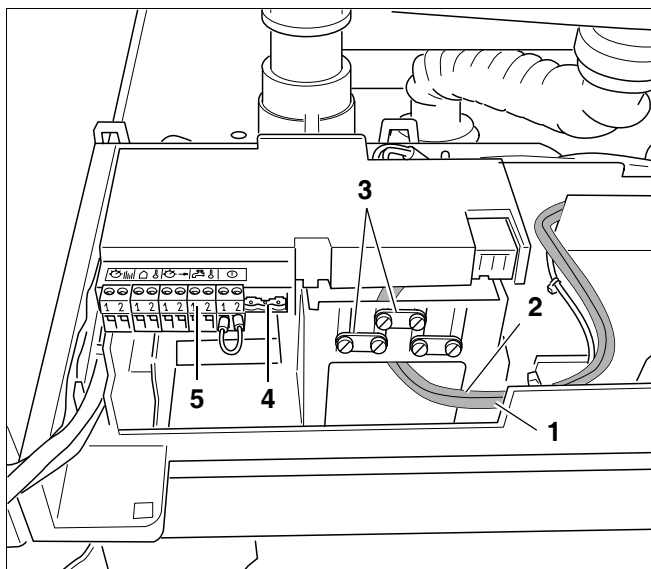

fig. 15 Aansluitkabels van de pomp
- Borg de aansluitkabel met de trekontlaster (fig. 15, pos. 3).
- Sluit de stekker van de driewegklep aan (fig. 15, **pos. 4**).
- Sluit de stekker van de boilersensor aan (fig. 15, **pos. 5**).